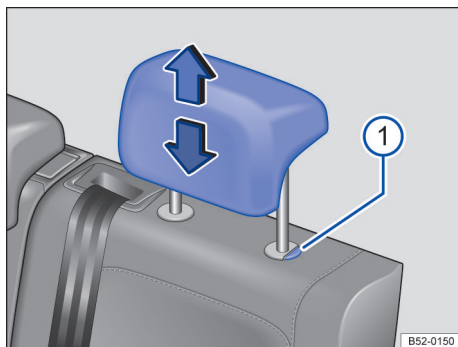

Fig. 70 Apoio para cabeça traseiros: ajustar.
- Deslocar o apoio para cabeça para cima ou para baixo na direção da seta com o botão → Fig. 70 ❶ pressionado → ▲ em *Introdução ao tema* na página 84.